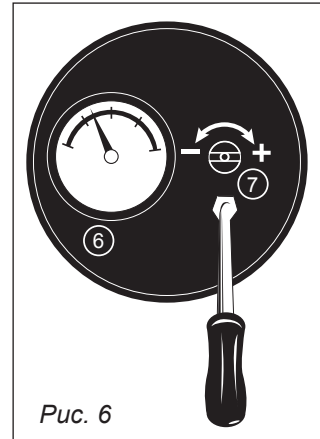

Рис. 6
6. Регулятор давления воздуха – установка необходимого давления воздуха на форсунке (см. п.7, рис. 6).
7. Манометр – отображает установленное давление воздуха на форсунке (см. п.7, рис. 6).
Для повышения выходного давления заворачивайте регулировочный винт с помощью плоской отвертки, для уменьшения давления выворачивайте (рис. 6). Если при заворачивании регулировочного винта показания давления на изменяются, необходимо обратиться в сервисный центр для диагностики и ремонта воздушного компрессора.